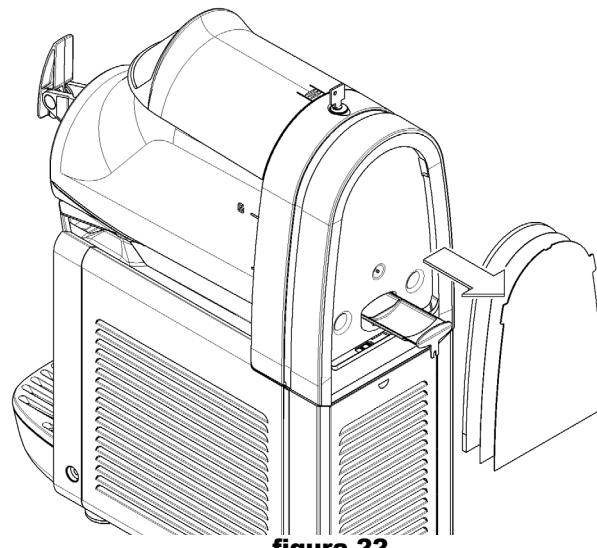

figura 22
- 2** Rimuovere eventuali tracce di prodotto trafilato all'interno dell'evaporatore estraendo l'apposito cassetto come indicato (vedere figura 22).